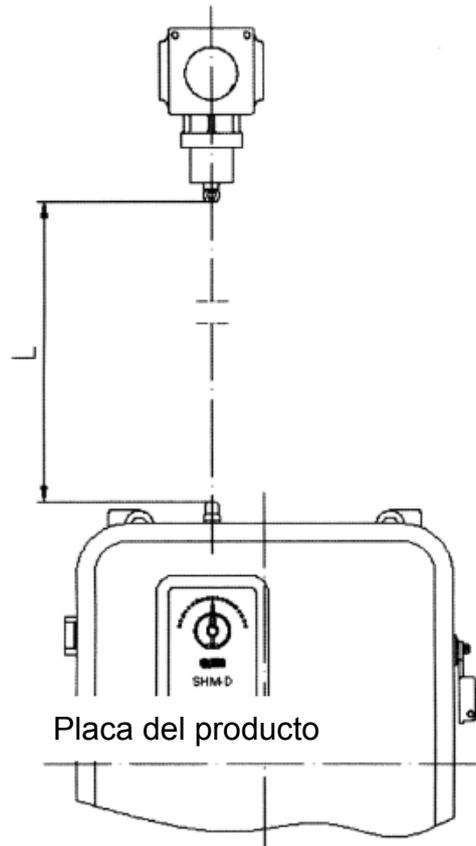

Imagen 2
6.2.2 La longitud máxima del eje de rotación es 2m. El usuario puede medir la longitud desde el clima del eje de salida del mecanismo hasta el punto de la caja. Según el imagen 2, el eje de rotación debe tener L-5mm de largo. El usuario necesita reducir la longitud.